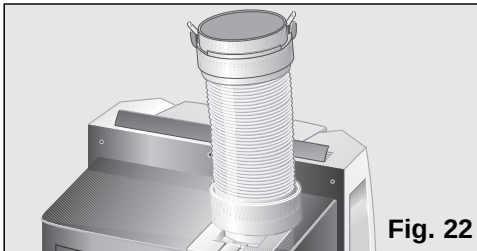

Fig. 22
- ☐ Ziehen Sie den Wasserablassschlauch aus seiner Halterung und entfernen Sie den Stopfen vom Schlauch, **Abb. 22**.
- ☐ Wir empfehlen, im Heizbetrieb, den Abluftschlauch wie in **Abb. 22**. dargestellt anzubringen oder abzunehmen.